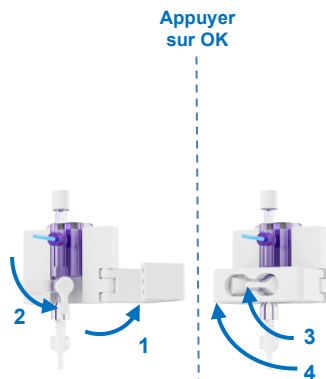

Figure 25 Mise à zéro du capteur de pression
- Ouvrez l'étrier du support du capteur de pression pour accéder à la vanne du capteur de pression (Figure 25 ; étape 1). Comme indiqué sur l'écran (voir ci-dessous), tournez la vanne du capteur de pression vers le bas pour ouvrir le capteur afin de mesurer la pression atmosphérique (étape 2).
- Dans le menu de l'unité de pompe, appuyez sur le bouton OK pour réinitialiser le capteur à la pression atmosphérique. L'étape de mise à zéro de la pression dure 8 secondes (voir Figure 25).
- Remettez la vanne du capteur de pression en position horizontale (voir Figure 25 ; étape 3) et fermez l'étrier du support du capteur de pression pour éviter toute ouverture involontaire de la vanne (étape 4). Appuyez sur OK sur l'unité de pompe pour continuer.
- Si le Liver Assist n'est pas en mesure de déterminer si le capteur de pression est correctement connecté au circuit de perfusion, vérifiez si la vanne du capteur de pression est bien en position horizontale (voir Figure 25, étape 3). Appuyez sur OK si la vanne du capteur de pression est en position horizontale.